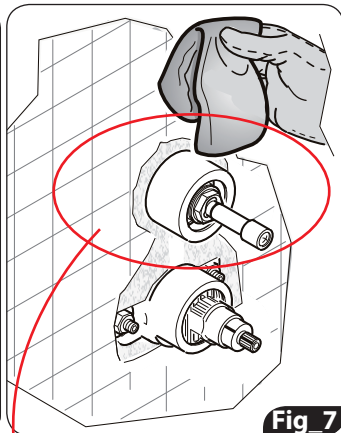

Fig 7
9. Eventuelle Verschmutzungen an der Oberfläche des Mischers und an den Fliesen entfernen (Abb. 7). \triangle Überprüfen Sie, ob sich die Positionen in Nullstellung befinden: Die roten Anzeigen auf der Kartusche müssen nach oben zeigen. \triangle